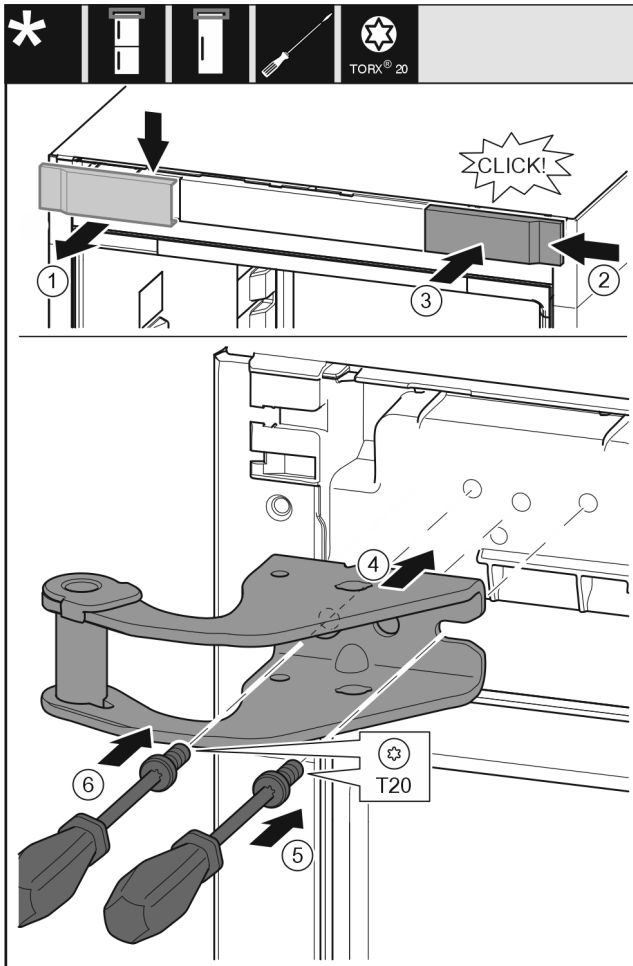

Fig. 12
- ▶ Afdekking van boven naar voren toe verwijderen. Fig. 12 (1)
- ▶ Afdekking 180° gedraaid op de andere kant van rechts aanbrengen. Fig. 12 (2)
- ▶ Afdekking vastklikken. Fig. 12 (3)
- ▶ Bovenste lagerbus plaatsen. Fig. 12 (4)
- ▶ Schroef met schroevendraaier T20 aanbrengen en vastdraaien. Fig. 12 (5)
- ▶ Schroef met schroevendraaier T20 aanbrengen en vastdraaien. Fig. 12 (6)